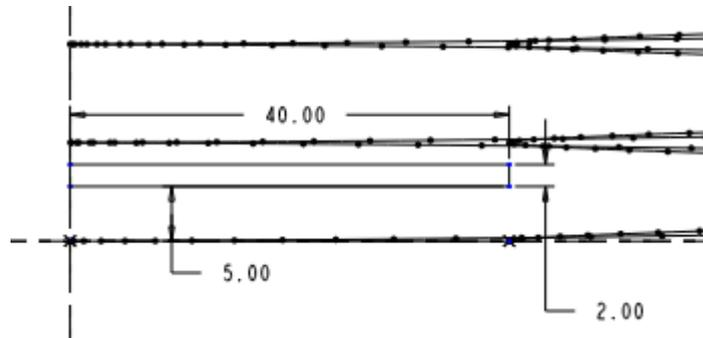

图 60-7
(3) 在【选项】面板中选择“可变剖面”选项。
(4) 单击  按钮, 进入草绘工作环境, 绘制如图 60-7 所示的 40×2 的矩形作为扫描剖面。